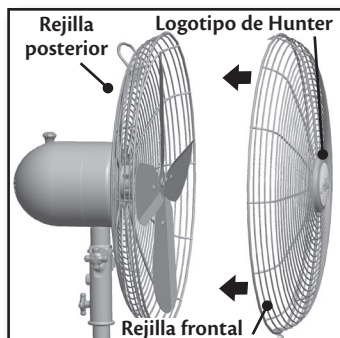

Figura 13
7. Coloque la rejilla frontal contra la rejilla posterior para que el logotipo de Hunter quede directamente hacia arriba y presione ambas hasta que las pestañas de las rejillas se acoplen. Figura 13.